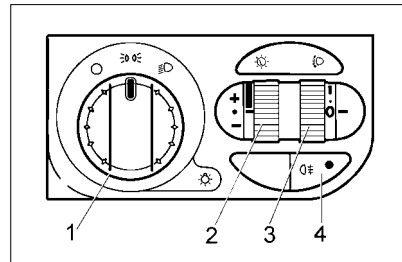

Рис. 32. Модуль управления светотехникой
**1 – переключатель наружного освещения** (рис. 32) имеет три фиксированных положения: